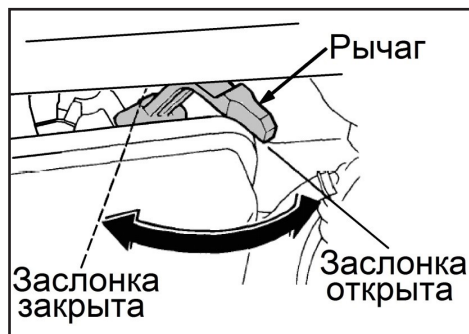

Рис. 11 Рычаг управления воздушной заслонкой
2. Закройте воздушную заслонку карбюратора. Для этого переведите рычаг управления воздушной заслонкой в крайнее левое положение (Рис. 11).
4. Закройте воздушную заслонку карбюратора наполовину (установите рычаг управления воздушной заслонкой карбюратора в среднее положение) (Рис. 11).